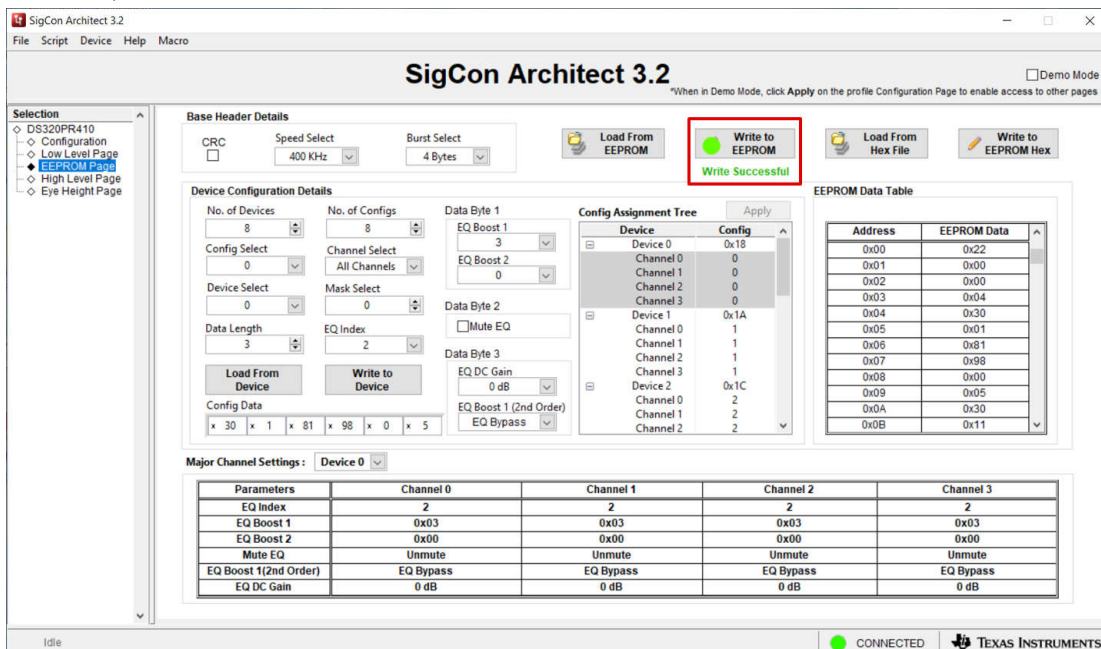

图 4-5. EEPROM 页面：对 EEPROM 进行写入
- 配置所有器件后，点击 *Write to EEPROM* 按钮使用新设置对外部 EEPROM 进行写入。写入完成后，按钮指示器变为绿色，如图 4-5 所示。